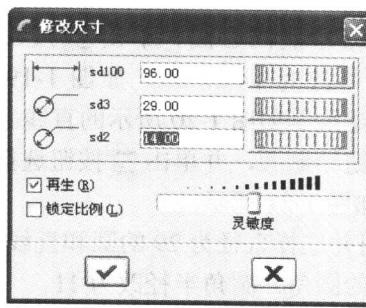

图 1-14 修改尺寸
- 尺寸修改：单个尺寸的修改可直接双击尺寸修改尺寸值，如果同时修改多个尺寸，则需单击 \square 按钮并选择需要修改的尺寸，此时会弹出如图 1-14 所示的尺寸修改对话框，修改尺寸时建议去掉“再生”选项前的钩。